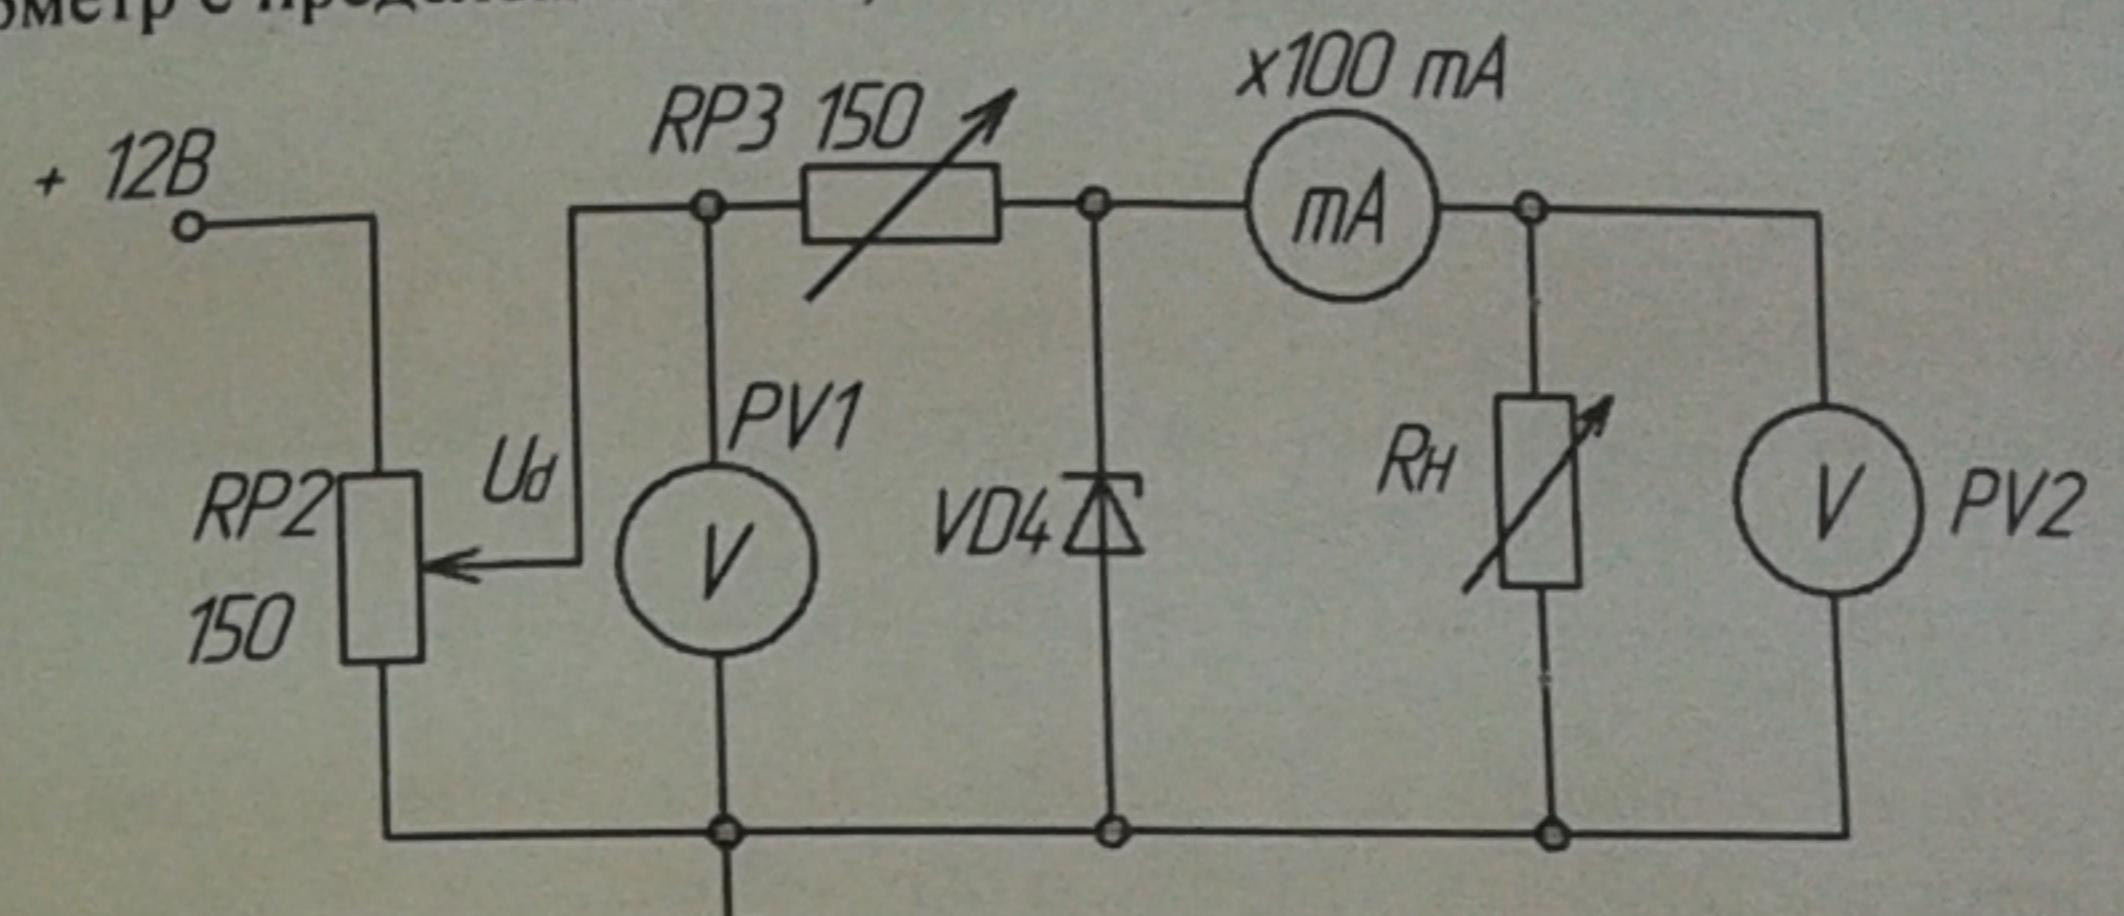

Рис. 2
- подключить на выход параметрического стабилизатора напряжения изменяющуюся нагрузку  $R_H$  (рис. 2). Для измерения тока нагрузки  $I_n$  включить миллиамперметр с пределом 100 мА;
- в схеме рис. 2 установить ток нагрузки равным половине максимально-допустимого  $I_{nmax}$ , определенного в п. 4.